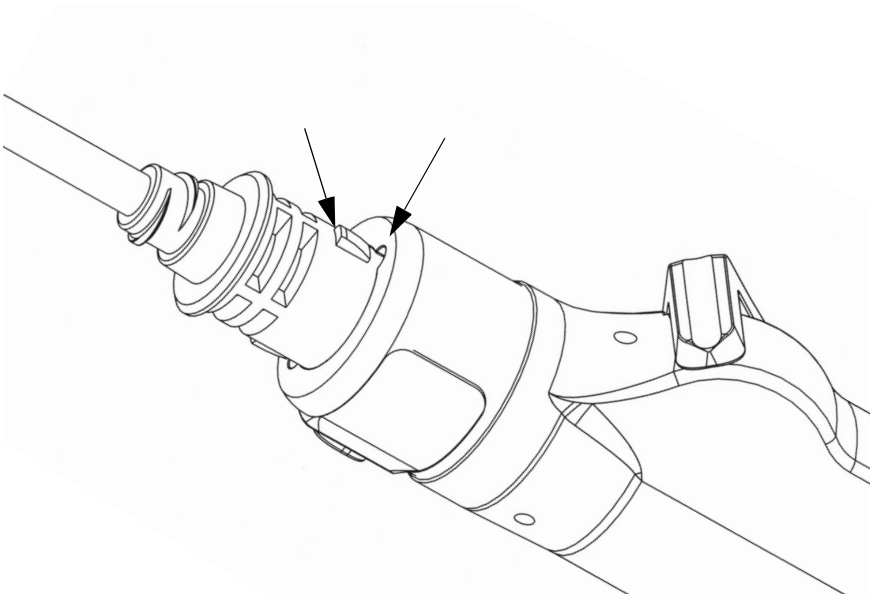

図3 ロックガイドを合わせる
1. シェイバーの刃の基部にあるロックガイドを、ハンドピース上のロックガイドに合わせます (図3 参照)。